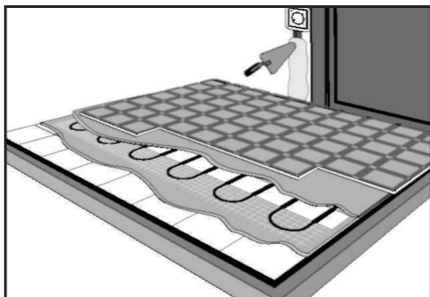

Рис. 5
18) Заделайте раствором канавку на стене , в которой подведены к терморегулятору провода питания и заземляющего контура, установочные провода нагревательного мата, соединительные провода датчика температуры в гофрированной трубке (рис.5).